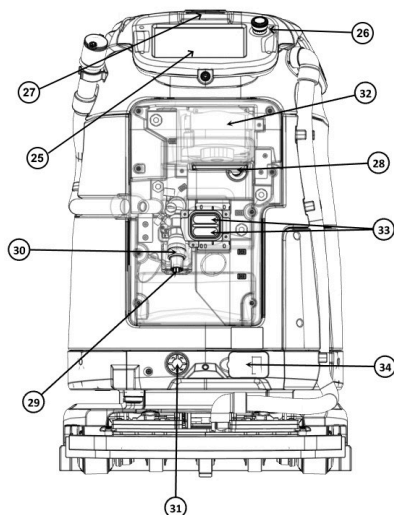

Fig. 4
- 25. Écran tactile (Fig. 4)
- 26. Arrêt d'urgence (Fig. 4)
- 27. Caméra RGB supérieure (Fig. 4)
- 28. Orifice de remplissage d'eau propre (Fig. 4)
- 29. Sortie d'eaux usées (Fig. 4)
- 30. Vanne à boisseau sphérique (Fig. 4)
- 31. Vanne d'eau propre (Fig. 4)
- 32. Moteur d'aspiration (Fig. 4)
- 33. Contacts de charge (Fig. 4)
- 34. Cache-port (Fig. 4)